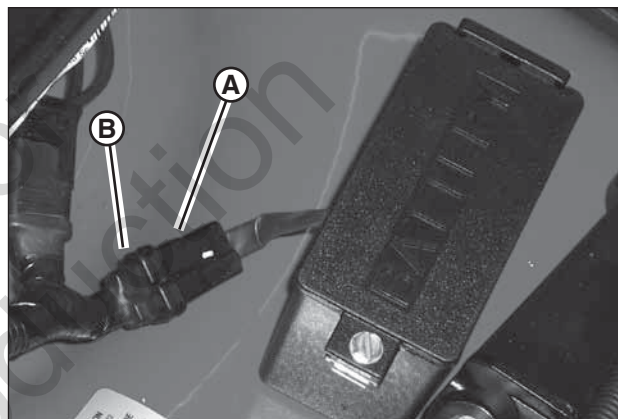

Figure 14: Chargement de la batterie
1. Brancher le chargeur de batterie au connecteur de batterie (**A**, Figure 14), et brancher le chargeur dans une prise de 120 volts pendant 24 heures. (des périodes de chargement plus longues n'endommagent pas la batterie).